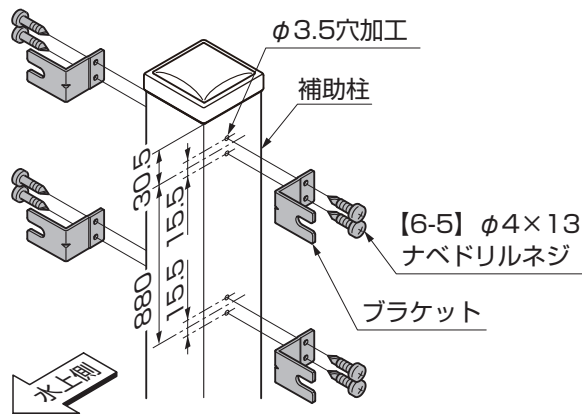

図4-5
- 図4-2、図4-3は梁の水上側の加工寸法です。梁の水下側は、梁上面より105mmの位置に加工してください。(図4-5参照)
- ①梁、柱の側面にφ3.5の穴加工をしてください。
- ②ブラケットスペーサーを梁に取付けるブラケットに貼付けてください。